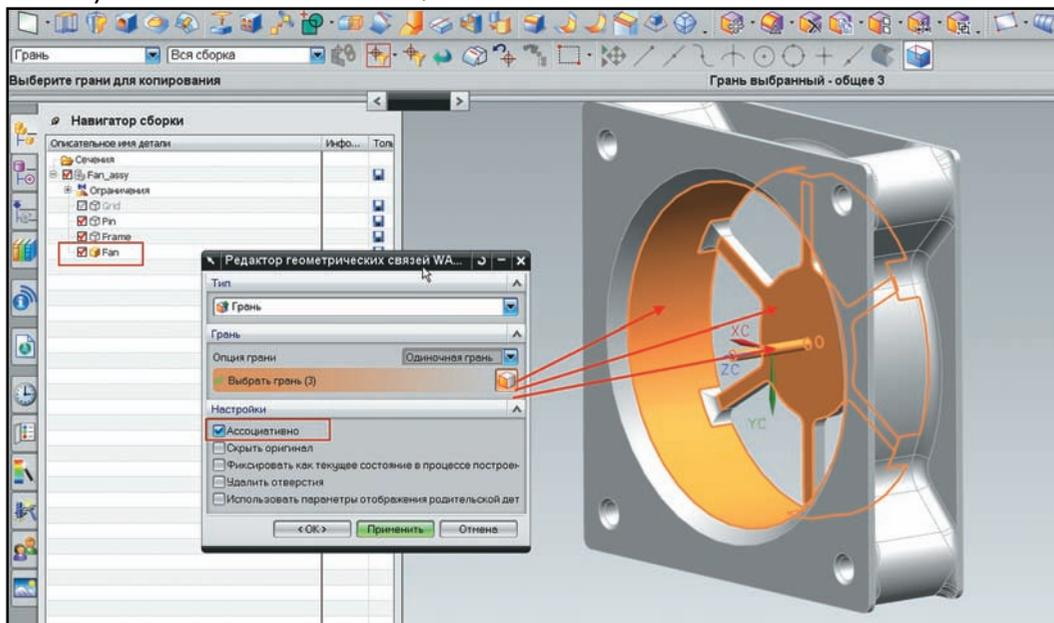

Рисунок 4.17. Создание геометрических связей
- Вызовите **Редактор геометрических связей WAVE (WAVE Geometry Linker)** и, убедившись, что опция **Ассоциативно (Associative)** включена, выберите грани деталей **Frame** и **Pin**, как показано на рис. 4.17.